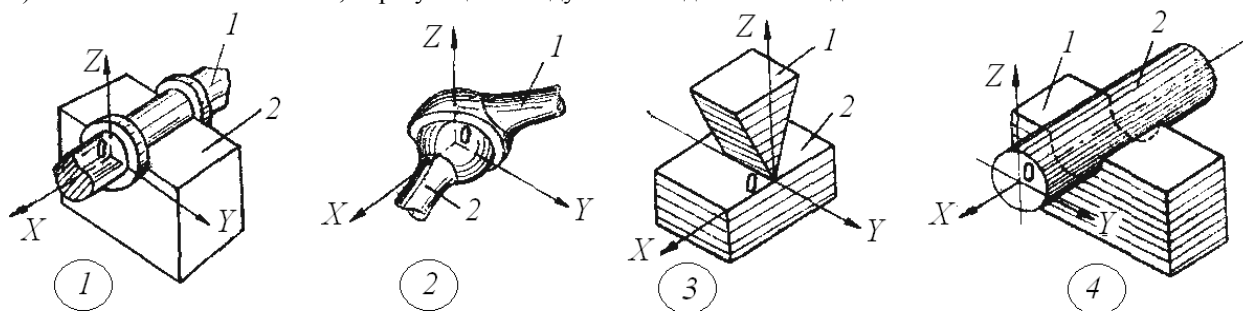

Рис. 1.1.
5. Какая из четырех кинематических пар (рис. 1.1) является парой 1-го рода (одноподвижной)?
6. Какая из четырех кинематических пар (рис. 1.1) является парой III класса?
7. Какая из четырех кинематических пар (рис. 1.1) является высшей парой?
8. Какая из четырех кинематических пар (рис. 1.1) является парой вида ВП?